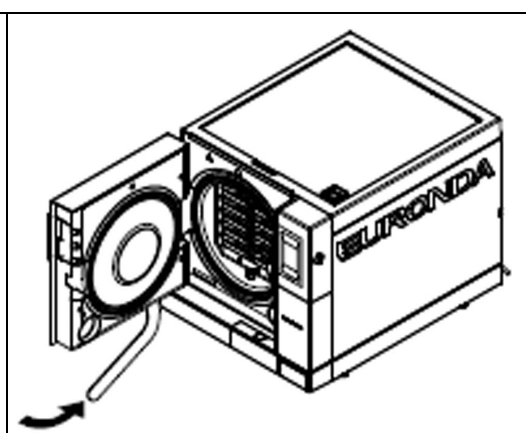

Fig. 9.2.2-4
4. Dar 1/4 de vuelta en sentido antihorario al perno de regulación, mirando la puerta (para cerrar) (Fig. 9.2.2-4).